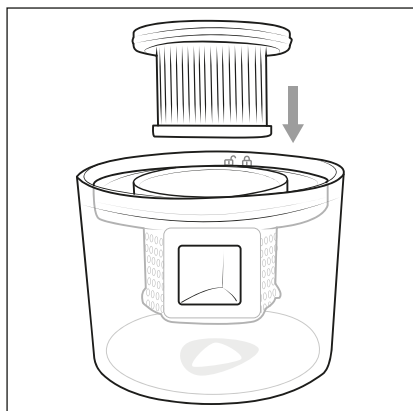

Fig. 8
- 7) Vendosni filtrin HEPA ⑤ në filtrin e pluhurit ⑥ (Fig. 8).